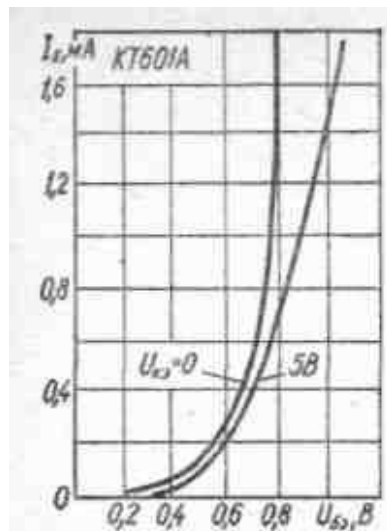

Рисунок 4.1 - Сімейство вхідних ВАХ БТ
2. Пояснити хід вхідних ВАХ БТ на прикладі рис.4.1 та визначити ті параметри, які визначаються сімействами вхідних ВАХ.